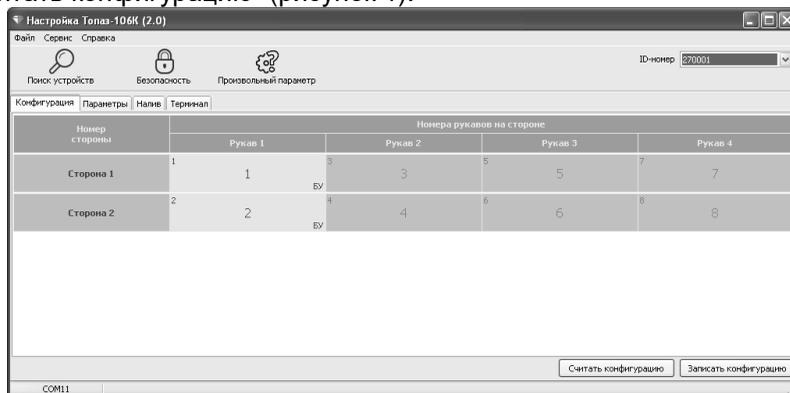

Рисунок 1
6.2 На вкладке "Конфигурация" производится настройка сетевых адресов и режимов работы рукавов устройства по их ID-номерам. Для настройки необходимо считать параметры из устройства кнопкой "Считать конфигурацию" (рисунок 1).